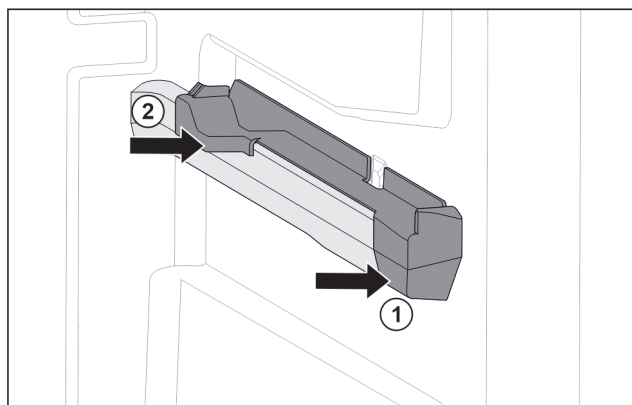

Fig. 132 Natični nastavek na desnemu nastavku za posodo
- Natični nastavek spredaj namestite na nastavek za posodo. Fig. 132 (1)
- Pritisnite natični nastavek zadaj. Fig. 132 (2)